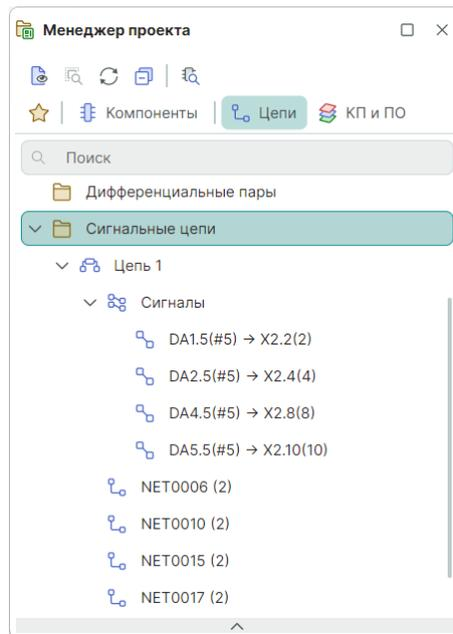

Рис. 385 Сигналы в панели «Менеджер проекта»
3. Выделите на печатной плате сигнал. Список всех существующих сигналов доступен в панели «Менеджер проекта» → «Цепи» → «Сигнальные цепи», см. Рис. 385.